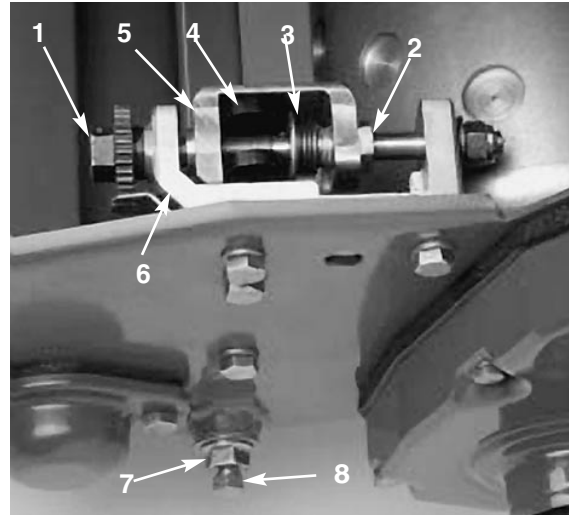

Bild 39
1. Drehen Sie die Einstellschraube an der Untermesserleiste entgegen dem Uhrzeigersinn, bis das U-Profil am Einstellrahmen anstößt (Bild 39).
3. Lockern Sie die Klemmmuttern, mit denen die Untermesserleistenschrauben (Bild 39) abgesichert werden, an beiden Seiten der Maschine.
4. Entfernen Sie beide Untermesserleistenschrauben, so dass die Leiste von der Maschine nach unten abgezogen und entfernt werden kann. Bewahren Sie die (2) Nylon- und die (2) gestanzten Stahlscheiben an beiden Seiten der Leiste (Bild 39) sicher auf.